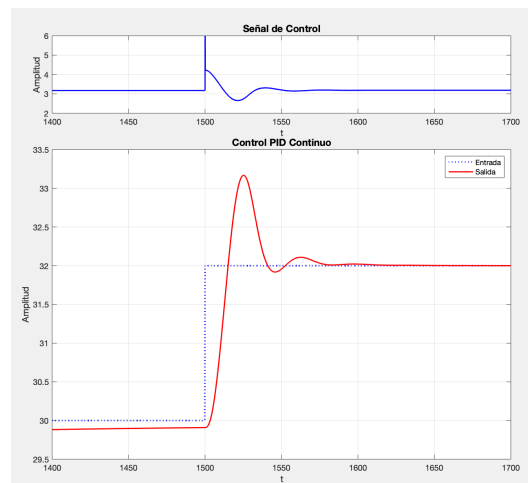

Figura 5.4: Respuesta para Sistema con controlador PID continuo
- b) Figura 2: Sistema con Control PID continuo. Cree una sola figura con dos subgráficos. El primero debe ocupar un tercio del espacio y debe mostrar únicamente la señal de control. En el segundo subgráfico muestre la entrada y la salida del sistema. Puede ajustar los límites de los ejes para que se visualice mejor lo requerido, tome como referencia la gráfica mostrada en la figura 5.4